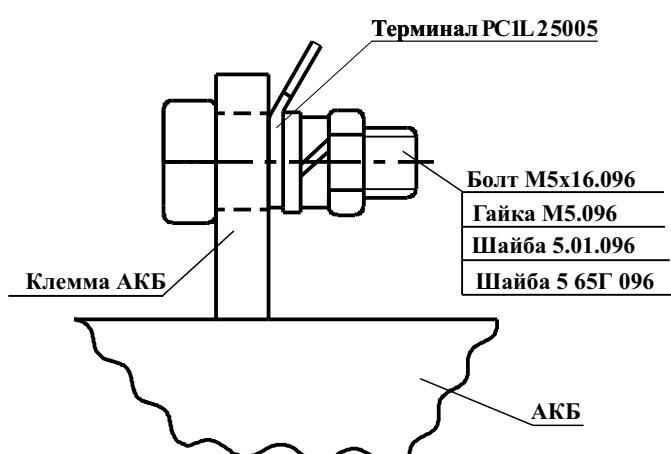

Рисунок 2
Подключение источника к АКБ 17 А·ч и 40 А·ч производится через терминал (см. рисунок 2), входящий в комплект поставки источника.
8.2 При отсутствии АКБ измерение напряжения на выводах для подключения АКБ (см.рисунок 2) является некорректным и его величина не регламентируется.